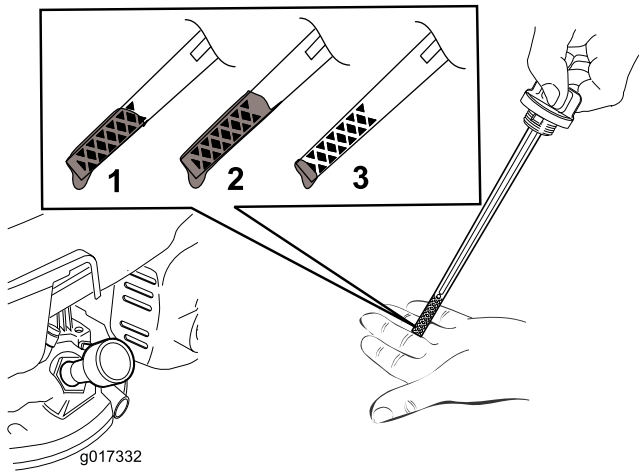

Figura 7
2. Retire la varilla (Figura 7).
Nota: Llene el cárter con aceite hasta que la varilla indique que el nivel del aceite del motor es correcto, según se muestra en Figura 7. Si usted llena demasiado el motor, vacíe el exceso de aceite según se indica en Cómo cambiar el aceite del motor (página 17).